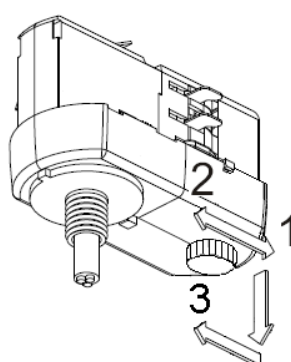

Рис. 3
- 4.6 Подключение питания осуществляется путем поворота диска переключателя на нужную фазу. 1-я и 2-я фаза выбирается поворотом диска переключателя, при подключении 3-й фазы необходимо установить диск переключателя в положение 0, затем потянуть его вниз и установить в положение 3 (см. рис.3)